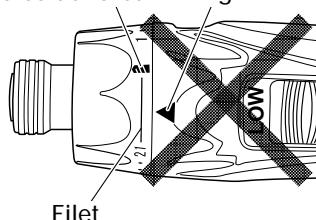

Fig. 9
- N'utilisez pas l'outil avec le sélecteur de débrayage positionné entre le chiffre "21" et la ligne au centre du indice de foret "◀▶", vous risqueriez de l'endommager (Voir Fig. 9).